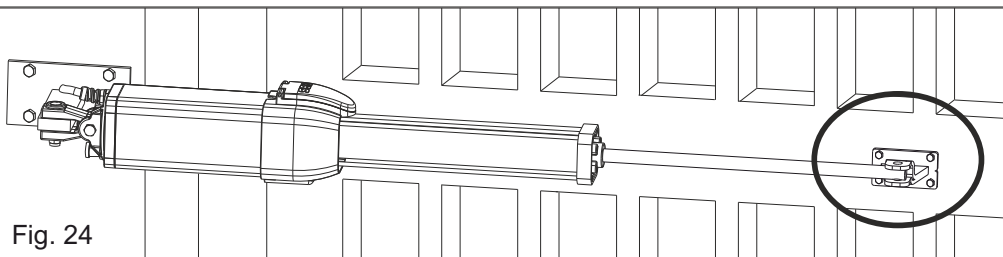
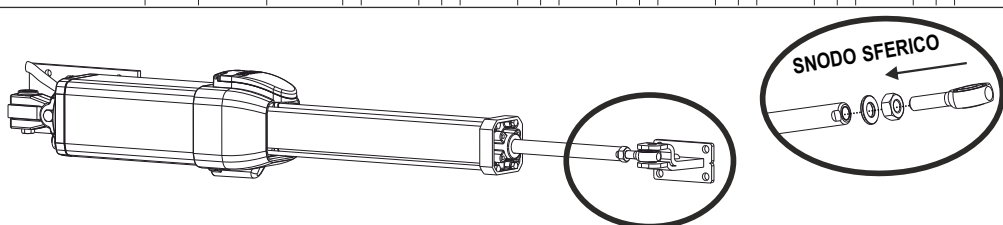

Fig. 24
Fig. 26
- Posizionare lo stelo dell'operatore nell'alloggiamento dell'attacco anteriore - Fig. 24 oppure Fig. 26